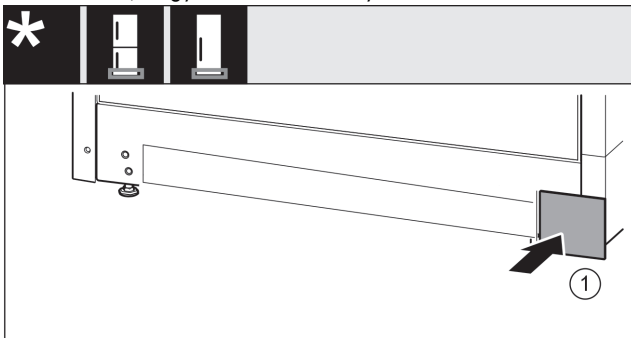

Fig. 16
- ▶ Tegye vissza a fedelet Fig. 16 (1) a másik oldalra.